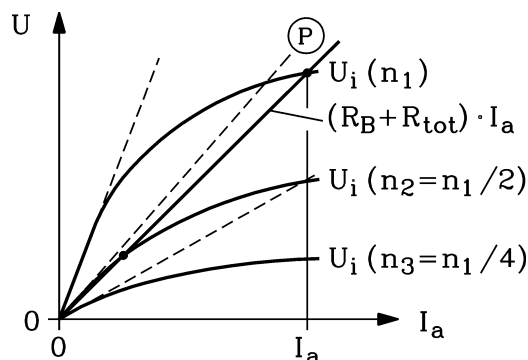

Bild 4.5-2: Reihenschlussgenerator bei abnehmender Drehzahl.
4) Bei sinkender Drehzahl n sinkt U_i stark ab. Der Betriebspunkt P sinkt zu kleinen Spannungen U und Strömen I_a und erreicht bei einer gewissen Drehzahl n^* den Ursprung (in Bild 4.5-2 knapp unterhalb $n_1/2$) Unterhalb dieser Mindestdrehzahl n^* ist kein generatorischer Bremsbetrieb mit R_B möglich, da der Ankerstrom bereits Null ist. Unterhalb von n^* erfolgt reiner Reibungsauslauf.